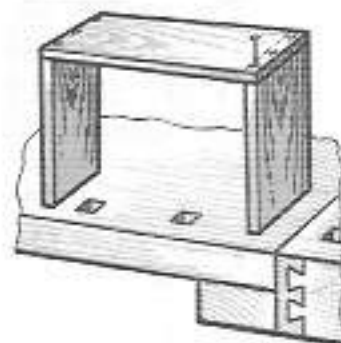

Рисунок 89. Присоединение третьей стенки ящика.
4. Присоединить к двум стенкам третью (рисунок 89).